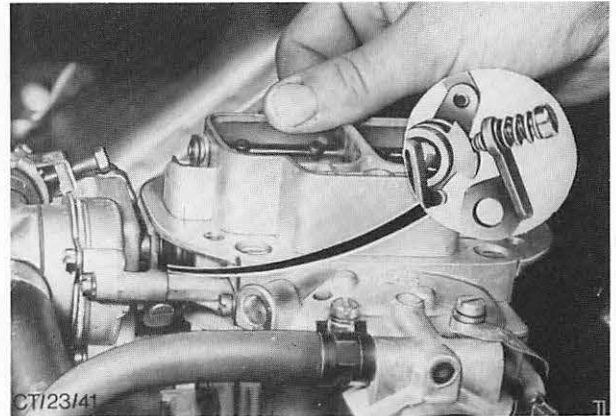

Abb. 119 Stufenscheibe in vorgeschriebener Lage (Zwischenstufe) zum Prüfen der überhöhten Leerlaufdrehzahl
3. Drehzahlüberhöhung wie folgt prüfen und ggf. einstellen. Abb. 119.
Drosselklappenhebel loslassen, damit die Stufenscheibe durch die Schnelleerlauf-Einstellschraube festgeklemmt wird, dann Starterklappen von Hand soweit schließen, bis die Stufe der Stufenscheibe fest gegen die Einstellschraube anliegt (Drosselklappengestänge hält Starterklappengestänge in der Schnelleerlaufstellung fest). Abb. 119.